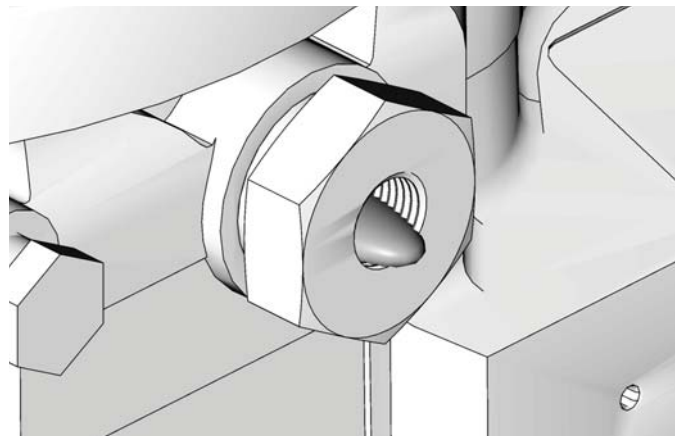

ABB. 12
2. Pumpe nur so lange laufen lassen, bis keine Luft mehr mit dem aus dem Fitting des austretenden Schmiermittel dispensiert wird (ABB. 12).